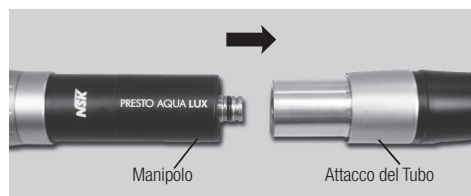

Fig. 5
- 2) Collegare l'altra estremità dell'Attacco del Tubo alla Turbina in linea retta (Fig. 5)